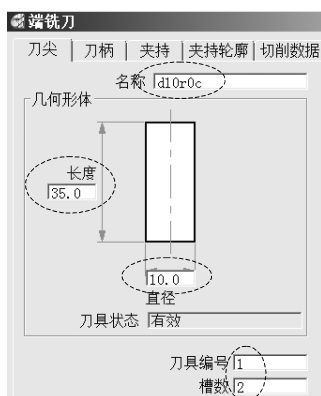
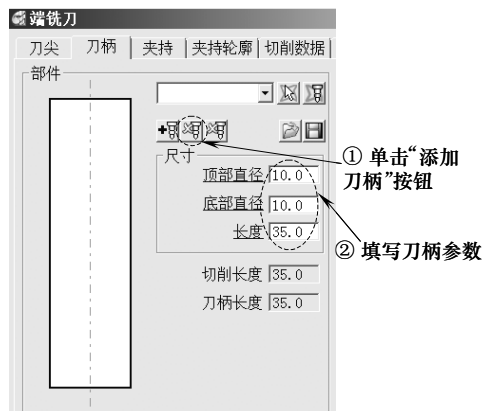

图 6-11 设置部分参数
图 6-12 设置刀柄部分参数
3) 创建粗加工刀具: 在 PowerMILL 资源管理器中, 右击 “刀具” 树枝, 在弹出的快捷菜单条中选择 “产生刀具” → “端铣刀”, 打开 “端铣刀” 表格, 按图 6-11 所示设置刀尖部分的参数。单击 “端铣刀” 表格中的 “刀柄” 选项卡, 切换到 “刀柄” 选项卡表格, 按图 6-12 所示设置刀柄部分参数。